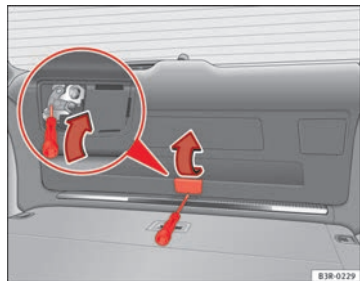

Fig. 77 Detalle del portón trasero: dispositivo de desbloqueo de emergencia
- Abra la cubierta ⇒ fig. 77 (flecha).
- Introduzca un destornillador en la abertura ⇒ fig. 77 (flecha) y desplácelo en el sentido de la flecha para desbloquear el portón trasero.